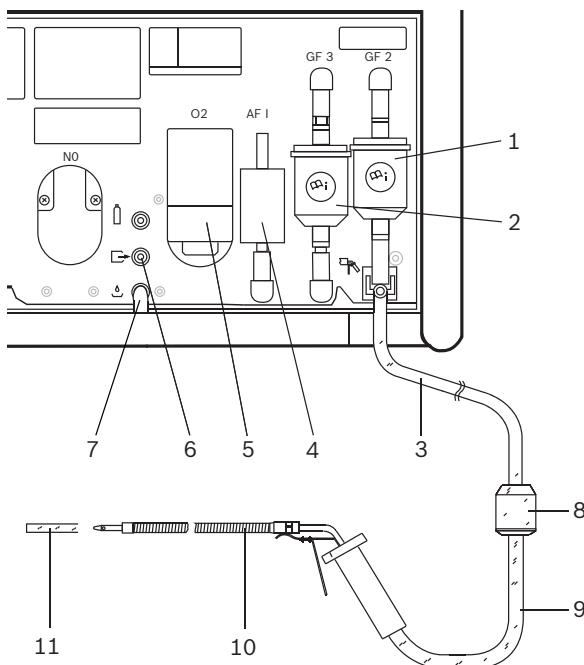

Fig. 3: BEA 060
- Înlocuiți filtrul brut GF1 (fig. 3, poz. 8) din furtunul de prelevare.
- Pentru înlocuirea filtrului brut, GF2 (fig. 3, poz. 1), vezi capitolul 5.4.4.
- Verificați dacă ambele furtunuri PVC sunt racordate la orificiile de evacuare a gazelor (fig. 3, poz. 6 și 7).
- Verificarea vizuală a sondei de prelevare (fig. 3, poz. 10).
- Înlocuirea filtrului de cărbune activ (fig. 3, poz. 4) din canalul de gaz zero.